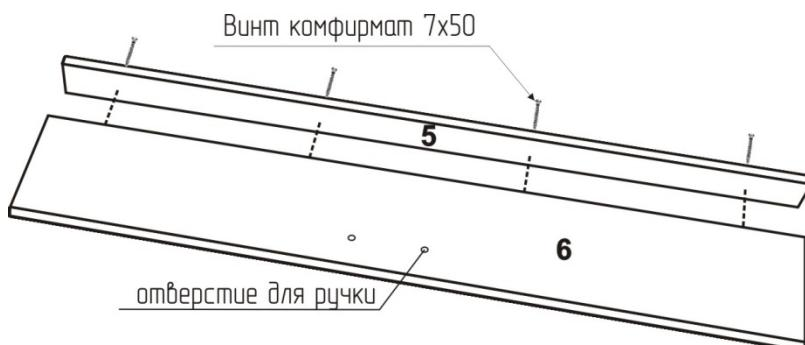

рис. 11
12. Соединить декоративную планку (5)
с полкой (6), используя винт конфирмат 7x50 (рис.11).